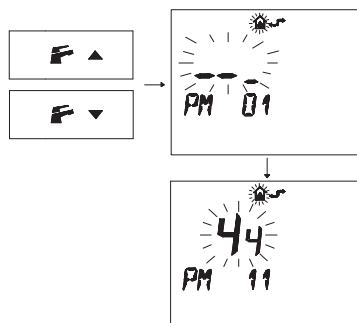

Figura 5.27
- Premere i pulsanti o per visualizzare la programmazione "PM11" della postcircolazione pompa (Figura 5.27).